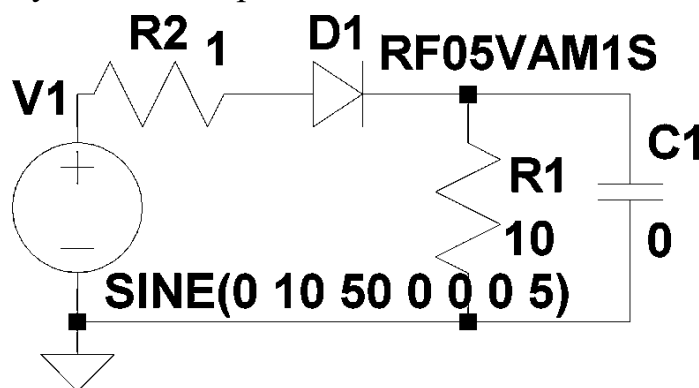

Рис. 2. Схема исследований работы на активную нагрузку.
1. Создайте схему выпрямителя с активной нагрузкой (рис. 2). В этой схеме в цепь источника ЭДС введено сопротивление $R2=1$ Ом, имитирующее внутреннее сопротивление источника и соединительных проводов. Амплитуда ЭДС установлена равной 10 В.
Работу выпрямителя со сглаживающим конденсатором поясняет рис. 2,б,
1. В схеме выпрямителя рис. 2 установите величину $R_1=200$ Ом и поочередно задайте величину ёмкости конденсатора $C_1 = 100$, а затем 500 мкФ.